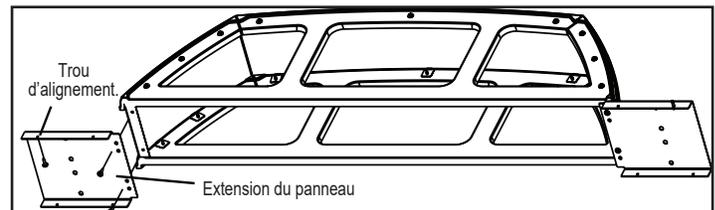

Figure 23.5
6. Reliez les extensions des panneaux du support de l'âtre. **Figure 23.5**